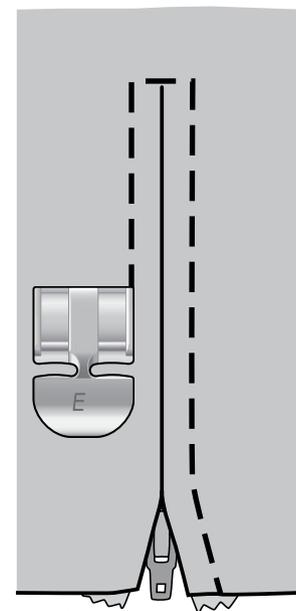

Fig. 3
6. Cominciare a cucire la base, girare il tessuto e cucire il lato sinistro della cerniera, fino alla fine (v. fig. 3).